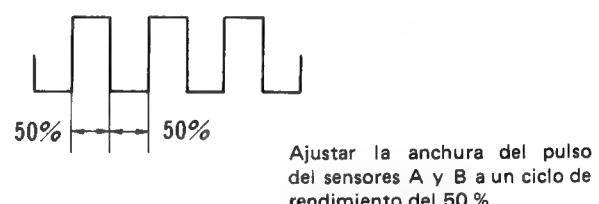

Fig. 14-3 Forma de onda de salida 1
5. Mientras se está seguro que las luces externas no están dando directamente a la sección del sensor, ajustar VR1 y VR2 de forma que que la forma de ondas de salida para los sensores A y B sean ambas aproximadamente del ciclo de rendimiento del 50 % (Fig. 14-3, 14-5).